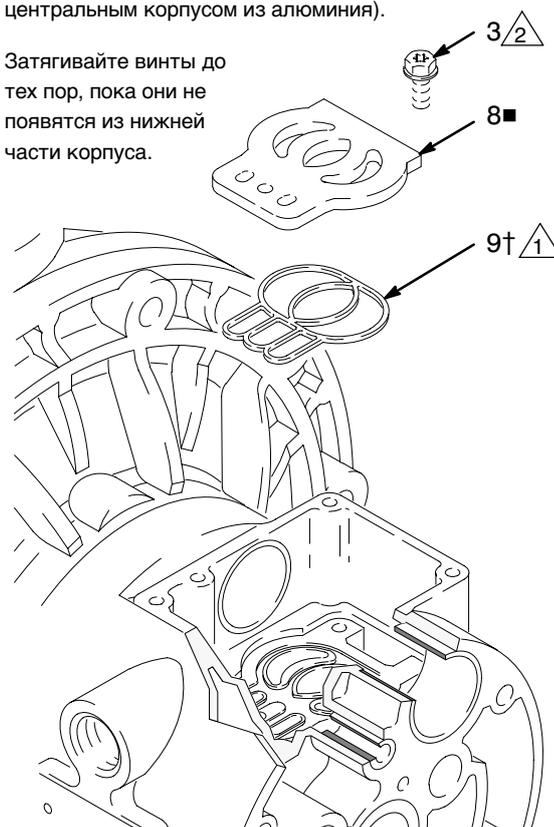

Рис. 10
5. Осмотрите пластину (8) клапана, не снимая ее. Если пластина повреждена, выкрутите три винта (3) с помощью отвертки Torx (T20) или торцевого ключа на 7 мм (9/32 дюйма). Снимите пластину клапана (8) и, для моделей с центральным корпусом из алюминия, извлеките уплотнение (9†). См. рис. 10.
2. Для моделей с центральным корпусом из алюминия вставьте уплотнение пластины клапана (9†) в канавку на нижней стороне углубления клапана. Закругленная сторона уплотнения **должна** быть **обращена вниз** в канавку. См. рис. 10.
3. Установите пластину клапана (8■) в углубление. В моделях с центральным корпусом из алюминия пластина является двухсторонней, так что любая сторона может быть обращена вверх. Вкрутите три винта (3), используя отвертку Torx (T20) или торцевой ключ на 7 мм (9/32 дюйма). Затягивайте винты до тех пор, пока они не появятся из нижней части корпуса. См. рис. 10.